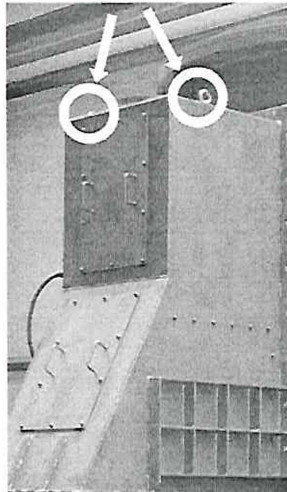

Рис. 28: Подвесные петли
7. Подходящее грузоподъемное устройство, например, цепную тягу с помощью грузового крюка зачальте за подвесные проушины (Рис. 28).